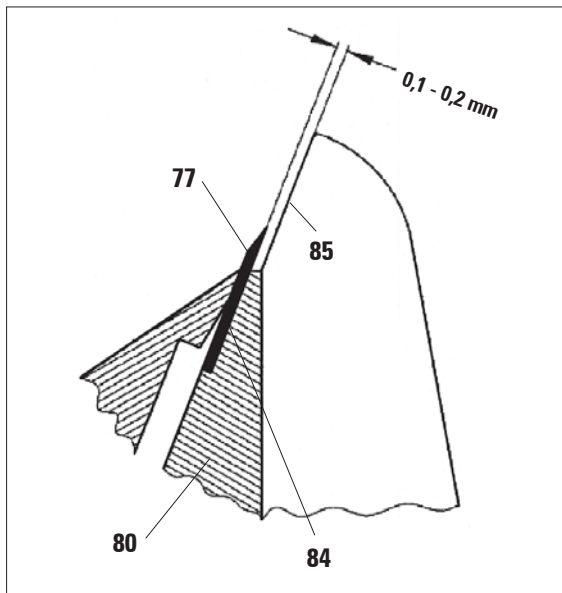

Fig.30
- Capovolgere verso il basso il dispositivo di protezione (5).
- Ruotare la leva di serraggio (89) della lama verso il basso.
- Estrarre lateralmente la leva di serraggio (89).
- Togliere la piastra di spinta (86).
- Durante il montaggio, accertarsi che il bordo superiore della piastra di spinta (86) sia parallelo ed alla stessa altezza del bordo superiore della piastra a pressione posteriore (80) (vedi fig. 30, pagina 31).